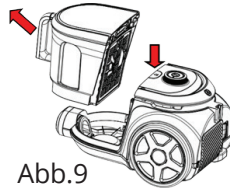

Abb.9
2. Wie auf der Abb.9, ziehen Sie den Staubbehälter mit einem aufwärtsbewegung heraus, während der Entriegelungsknopf gedrückt ist.